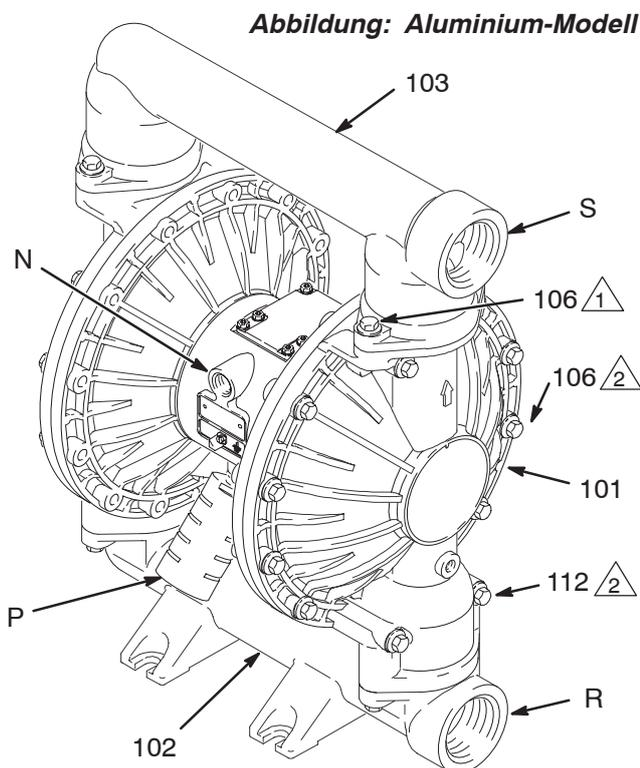

Abb. 3
- Die Pumpe ist sehr schwer. Muss sie bewegt werden, so lassen Sie die Pumpe von zwei Personen anheben, wobei das Auslass-Sammelrohr (103) fest gegriffen wird. Siehe Abb. 3 auf Seite 7.
Bei Lieferung der Pumpe zeigen Materialeinlass (R) und -auslass (S) in die gleiche Richtung. Siehe Abb. 3. Zur Veränderung der Ausrichtung von Einlass und/oder Auslass:
1. Die Schrauben (106) lösen, mit denen der Einlass- (102) und/oder Auslassverteiler (103) an den Deckeln (101) befestigt ist.